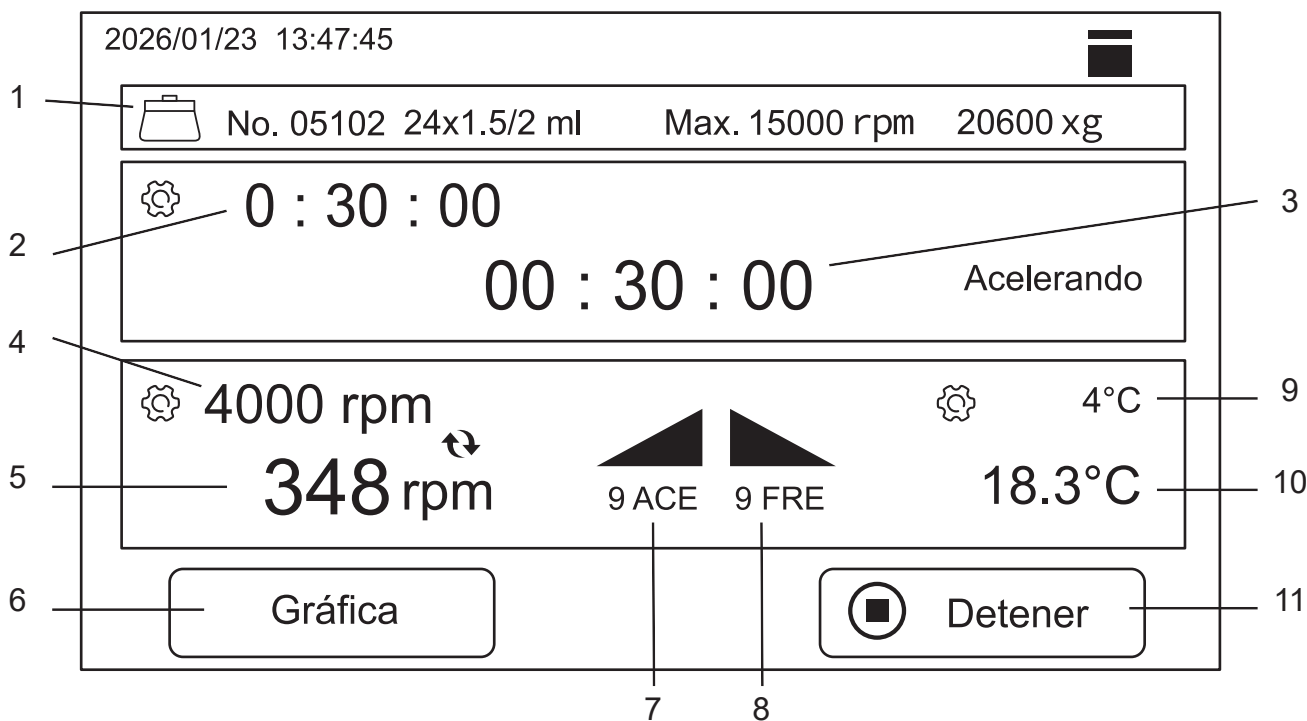

Figura 5.
- Tras configurar los parámetros, al pulsar el botón de “Iniciar”, la pantalla LCD mostrará la interfaz de centrifugación principal, como se muestra en la Figura 5.